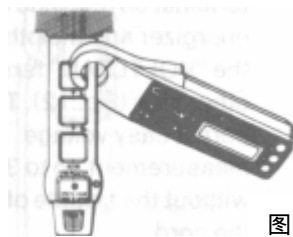
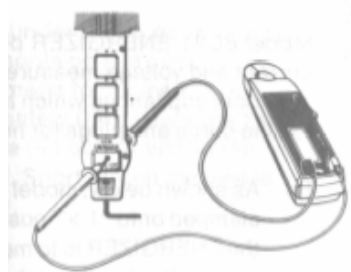

图 11
图 12
(1) 如图 11 所示, M-2006 钳住 M-8021 增能器 “1X” 位置, 测量双线路导线电流流量 (10A AC)
(2) 准确测量小电流, 钳住 “5X” 或 “10X” 位置, 读数除以 5 或 10 得到真实电流值。
(3) 测量交流电压时 (仅 M-2006), 将增能器连接交流电源插座或被测设备, 采用与交流电流测量相同的方法, 测试导线插入仪器的 “VOLT” 和 “OHM” 端口, 将测量探棒连接增能器一侧的 “VOLTLEAD” 接口, 另一条测线探棒连接另一侧 “VOLTLEAD” 接口 (如图 12)。无须切断回路, 可测量交流电压至 300V。